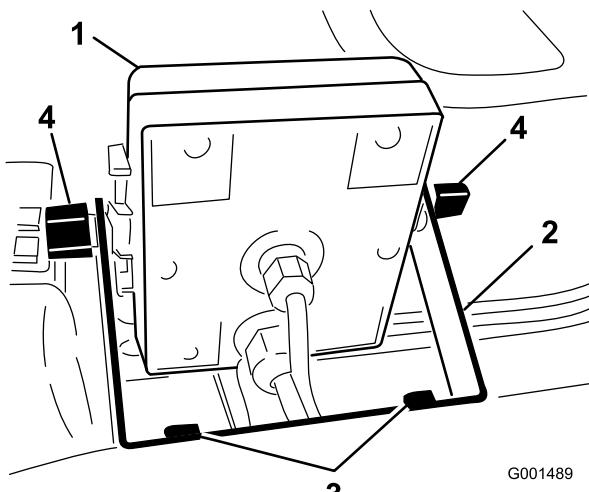
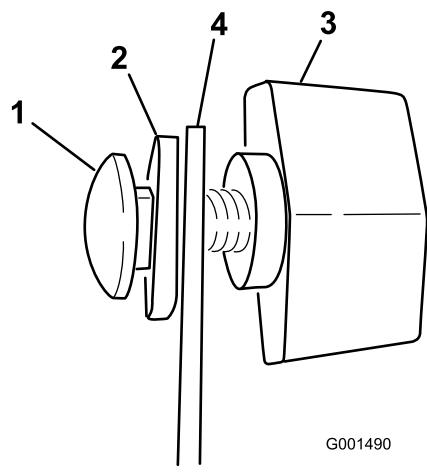

図 5
図 6
- モニタのブラケットをダッシュボードに取り付ける； フランジヘッド・ボルト（1/4 x 3/4 in）2本とフランジ・ナット（1/4 in）2本を使用する（図 5）。
3. キャリッジボルト、ゴム・ワッシャ、ノブ各2個を、図5および図6のように仮止めする。
6. ブラケットにスプレー・プロを取り付け(図5)、ノブで固定する。